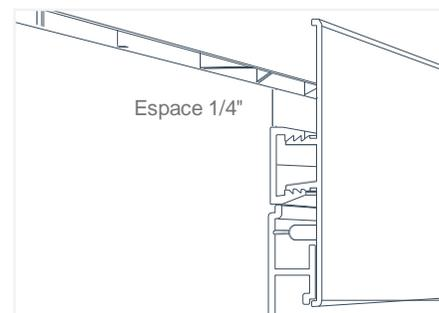

Fig. 21
1. Placez la moulure de base en U de façon à ce que, lorsque la moulure en H encliquetable est en place, la saillie du bord extérieur de la moulure en H est alignée sur la rainure du rang supérieur de panneaux SlatWall (Fig. 21). Lorsque vous fixez la moulure de base en U au mur, laissez un espace d'environ 1/4 po entre la moulure de base en U et le panneau pour murs et plafonds installé au-dessus de la zone de panneaux SlatWall.